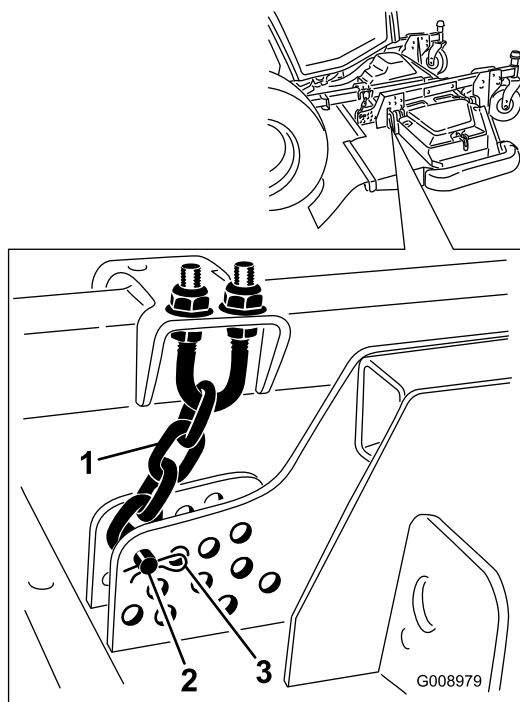

Рисунок 18
9. Снимите шплинт и шплинтуемый штифт, которые крепят цепи регулировки высоты скашивания к задней части деки газонокосилки (Рисунок 18).